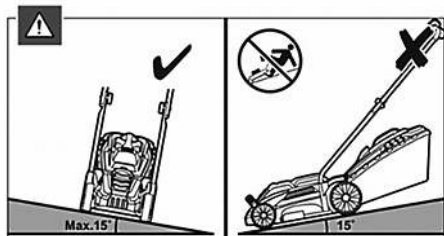

Рис. 12 Положение газонокосилки при скашивании на склонах
8. Запрещается работать газонокосилкой, если угол склона превышает  $15^\circ$  (Рис. 12).